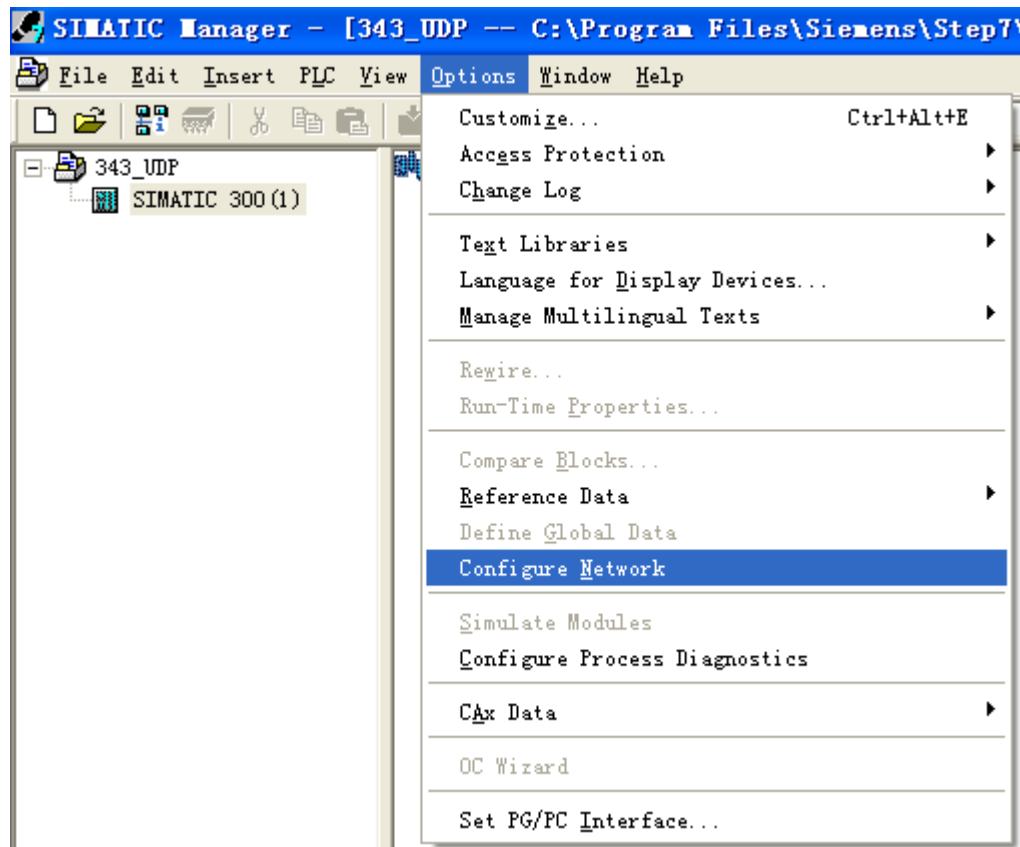

图 1.1.12
(1)、硬件配置完成后，在 SIMATIC Manager 界面中，选择 Options->Configure Network，如下图 1.1.12。